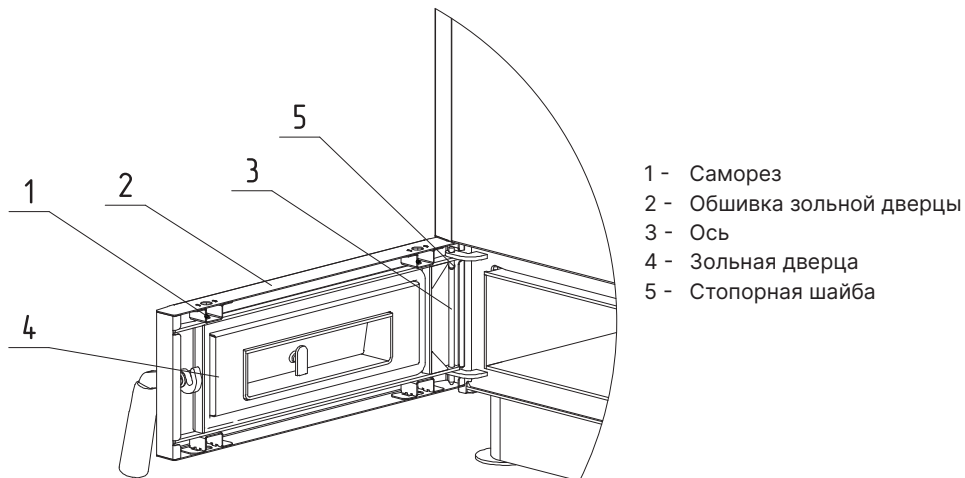

Рис. 5 Устройство зольной двери ZOTA Тополь-М
1. Открутите 4 самореза (Рис. 5, поз. 1);
2. Откиньте обшивку дверцы (Рис. 5, поз. 2);
3. Снимите стопорную шайбу с оси (Рис. 5, поз. 5);
4. Извлеките ось (Рис. 5, поз. 3);
5. Снимите дверцу зольную (Рис. 5, поз. 4);